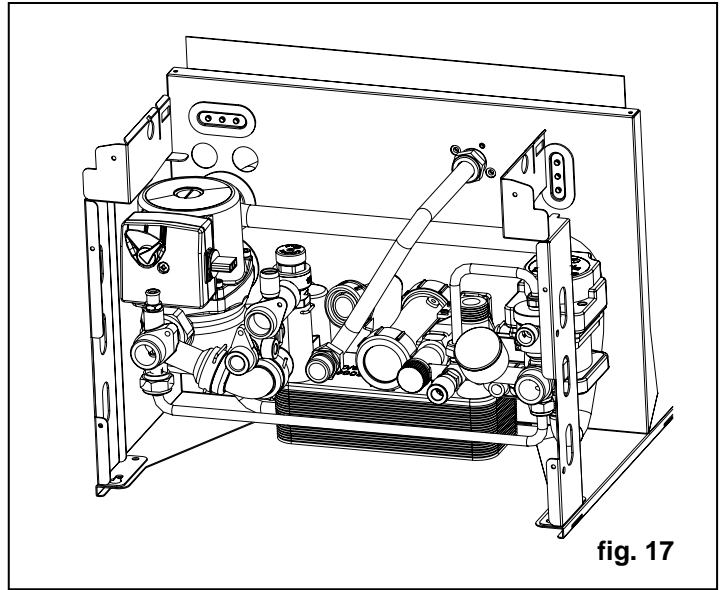

fig. 17
-Pour vidanger uniquement la chaudière, fermer les robinets départ/retour du circuit de chauffage. Ouvrir le robinet de vidange (fig.17) placé dans le collecteur de la pompe sur la partie inférieure de la chaudière.